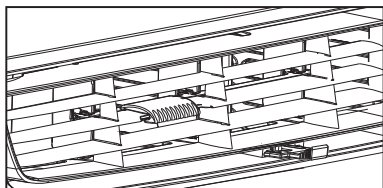

Figure 1 (ÉVENT FERMÉ)
1. Faire recirculer l'air à l'intérieur de la pièce - évent fermé (voir Fig. 1)